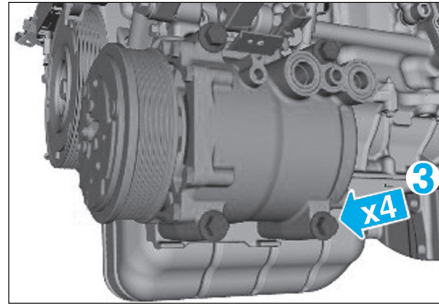

Fig. 9
- Déposer les vis (3) puis sortir le compresseur (Fig.9).